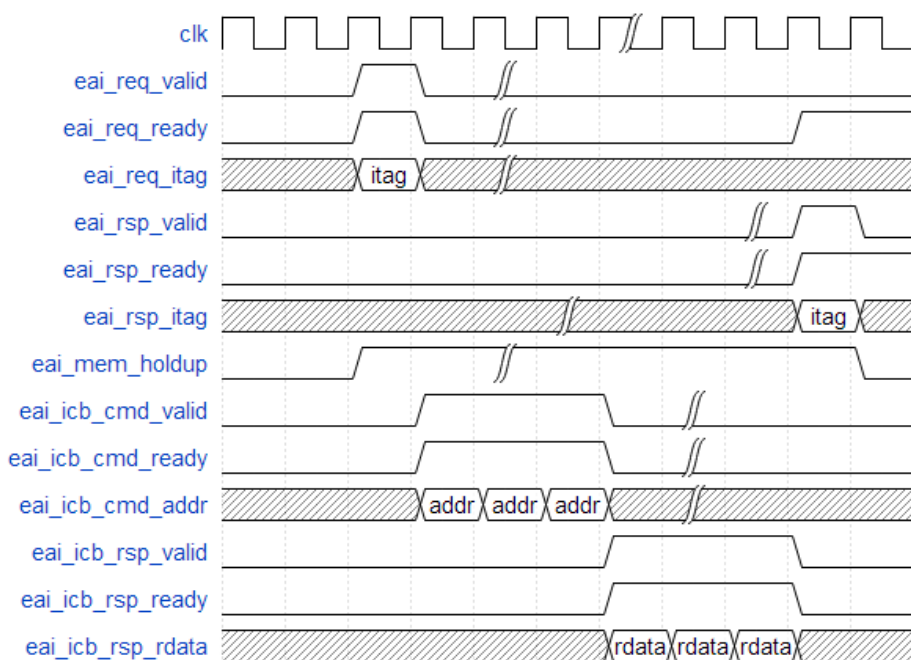

图 2-9 协处理器访问存储器多个周期返回结果
- 主处理器向协处理器通过 EAI 的 Request Channel 派发指令，协处理器译码出该指令需要访问存储器，则将存储器独占信号拉高（eai_mem_holdup），协处理器通过 Memory Request Channel 向主处理器 LSU 发起读写请求，主处理器通过 Memory Response Channel 在多个周期之后返回结果，协处理器继而将存储器独占信号拉低，如图 2-9 所示。